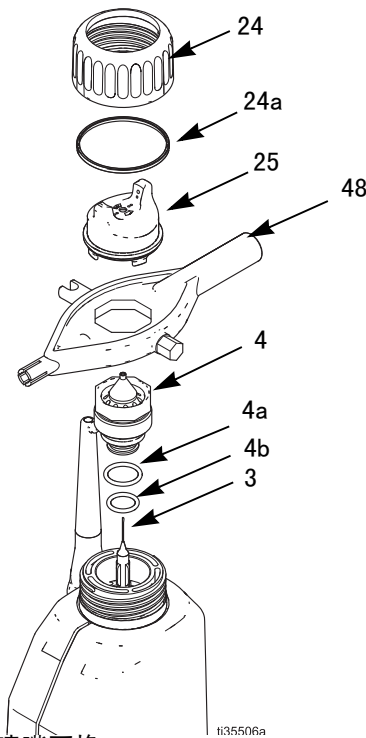

图 19. 空气帽和喷嘴更换
2. 卸下固定环 (24) 和空气帽 (25)。参见图 19。
3. 用多用工具 (48) 拆卸流体喷嘴 (4) 组件时让喷枪朝上。